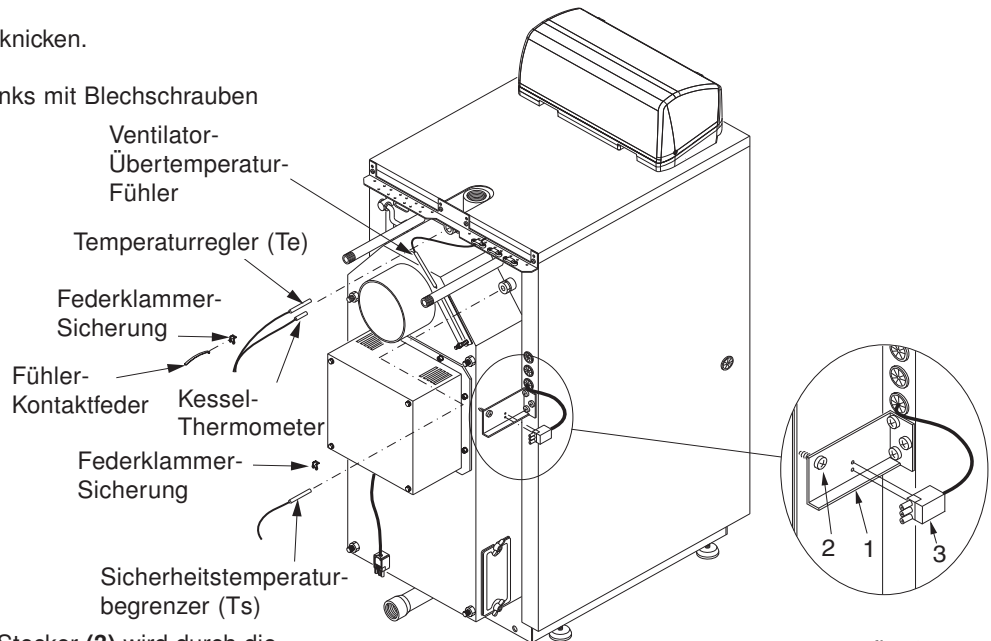

fig. 19
- Die aus der Schaltfeld-Unterseite heraus geführten Fühler und Kapillarleitungen ausrichten und die Fühler an der linken oberen Kesselseite gebündelt und zusammen mit einer Fühlerfeder in das lange Tauchrohr einführen, siehe **fig.19**.
- Halter (1) Kessel-rückseitig, links mit Blechschauben (2) anschrauben.